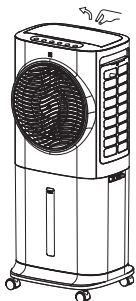
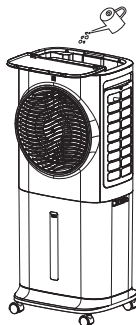

Fig. 1
Fig. 2
**Versare l'acqua:** aprire il coperchio del serbatoio e versare lentamente l'acqua (vedi fig. 1 e fig. 2). Dopo averlo riempito, chiudere di nuovo il coperchio.